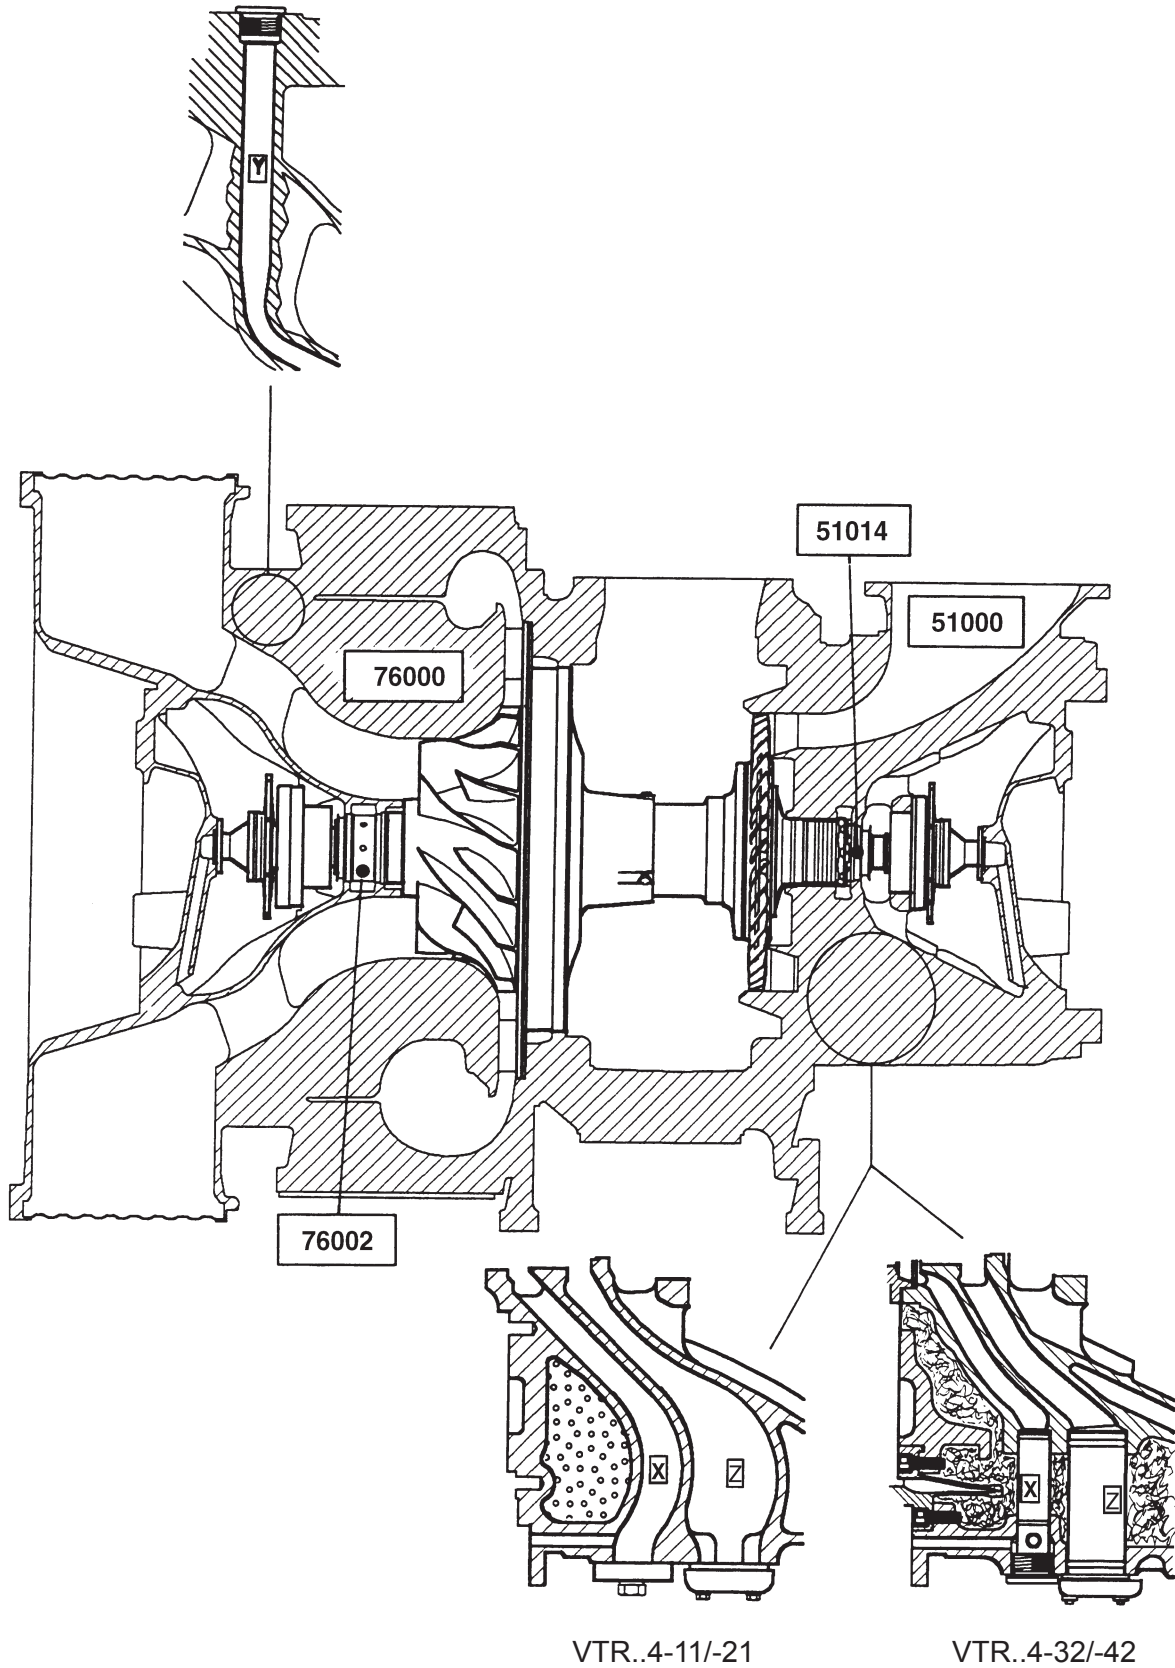

Fig. 3-9
- Prüfen, ob die Kanäle (Y) im Lufteintrittsgehäuse (76000) sowie (X) und (Z) im Gaseintrittsgehäuse (51000) sauber sind (s. Fig. 3-9).
- Check whether the compensation channels (Y) in the air inlet casing (76000) as well as (X) and (Z) in the gas inlet casing are clean (see figs. 3-9).